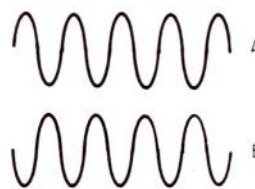

Figure 11
A la figure 11, on montre en (A) un signal sinusoïdal à 1 kHz, dépassant de 20 dB le seuil de limitation. En (B), on voit que le signal de sortie est peu déformé.